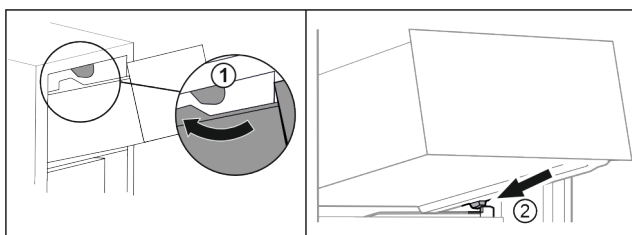

Fig. 133
- ▶ Far passare il cassetto sui fermi superiori. Fig. 133 (1)
- ▶ Applicare il cassetto inclinandolo dietro i fermi inferiori sulla nervatura del contenitore. Fig. 133 (2)